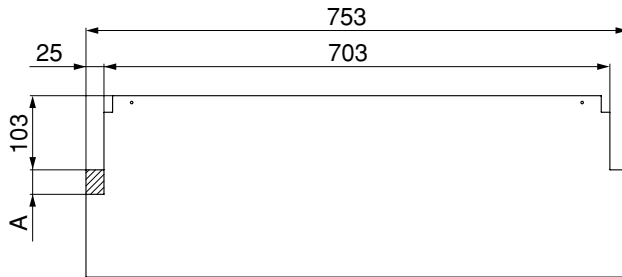

図11-1
① らんまパネル中間用4枚を加工してください。(図11-1参照)